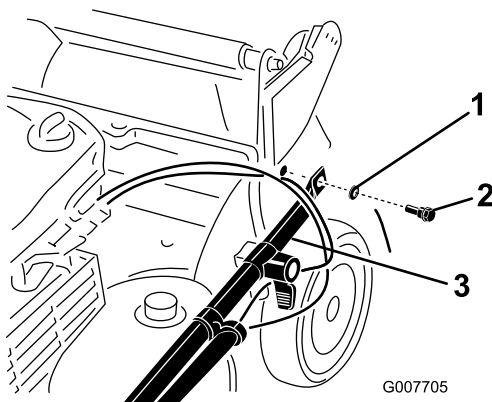

Bild 3
2. Befestigen Sie die Bügelenden mit 2 Scheiben und 2 Griffschrauben am Maschinengehäuse (Bild 3), **ziehen Sie die Griffschrauben jedoch nicht fest.**